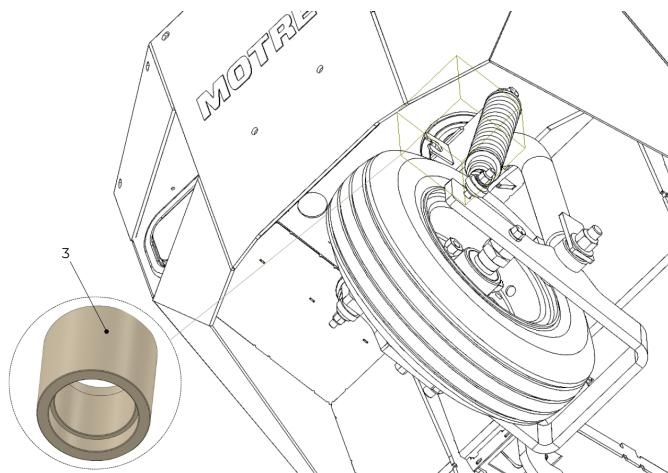

Figure 30. Cylindre de direction.
- Cylindre de direction (3) (voir figure 30).